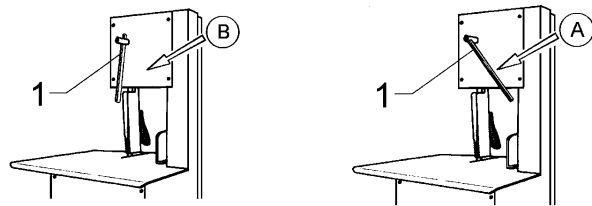

Fig. 7.6.1
7.6.1 - Regulación de la tensión de la hoja (Fig. 7.6.1)
Colocando la palanca en la posición "A" (Fig. 7.6.1) la hoja está tensionada.
- Tensar la hoja girando la palanca hasta llevarla a la posición "A" (Fig. 7.6.1).